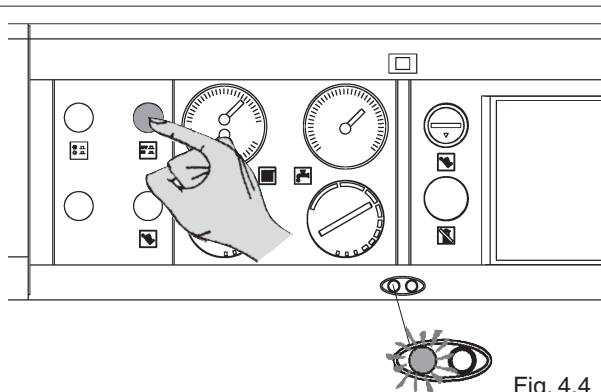

Fig. 4.4
- accionar el interruptor principal del panel de mandos y controlar que el led verde se encienda (fig. 4.4);